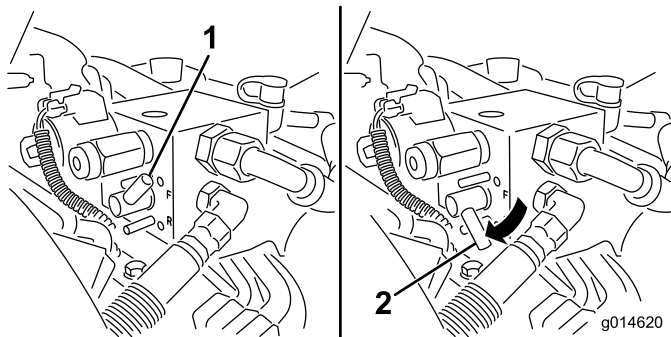

Figura 53
5. Rode a alavanca de rectificação para a posição "R" (Figura 53).